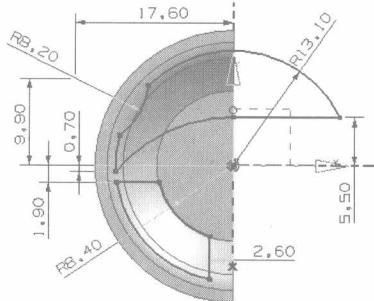
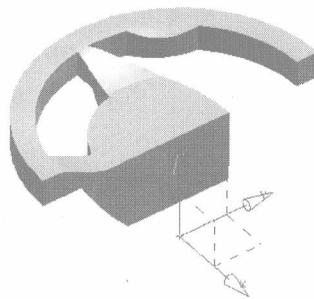

图1-9
图1-10
- (1) 在菜单栏中选取【插入】/【设计特征】/【设计特征】命令，弹出【拉伸】对话框，激活【草图截面】，弹出【创建草图】对话框。
- (2) 设置类型为【在平面上】方式，选取  $xc-yc$  平面作为草绘的平面，单击 确定 按钮进入草图，绘制图 1-9 所示的图形。
- (3) 在【草图生成器】工具条中单击 完成草图 按钮，退出草绘界面，返回【拉伸】对话框。
- (4) 在【限制】栏中设置【终点】的拉伸方式为【贯通】方式。
- (5) 在【布尔】栏中设置布尔运算方式为【求差】，单击 确定 按钮创建拉伸切除特征，如图 1-10 所示。